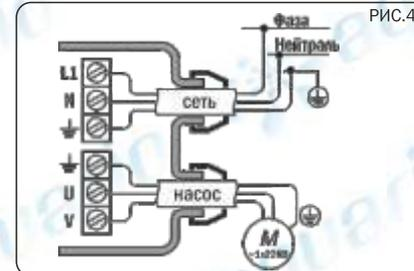

РИС.4
5.5 Схема электрических соединений для однофазного насоса представлена на рис.4. Электрические соединения проводить в следующей последовательности:
- Подключить провода к соответствующим терминалам, см. рис.4.